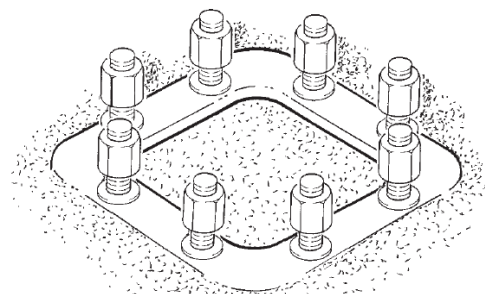

Abb. 18
- Den so vorbereiteten Rahmen im Guss des Sockels einbetten, wobei darauf zu achten ist, dass die obere Platte bündig mit dem Boden bleibt. (Abb. 18). Die Gewinde der Ankerschrauben schützen, damit sie nicht beschädigt werden.